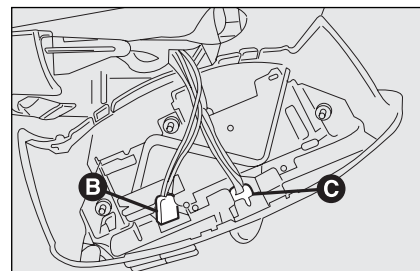

fig. 44
- ☐ desligue os conectores eléctricos **B**-fig. 44 e **C**;